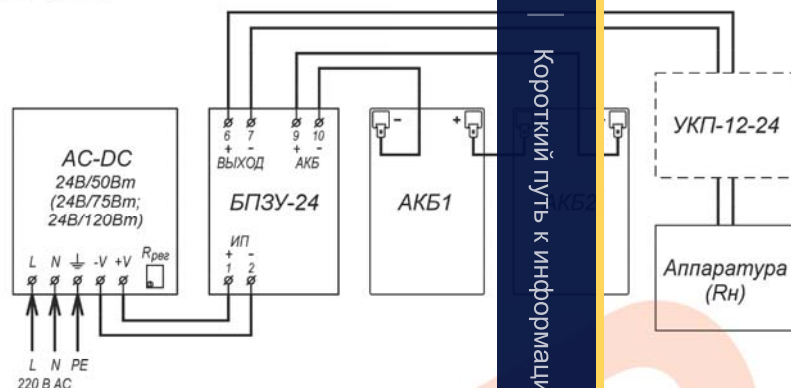
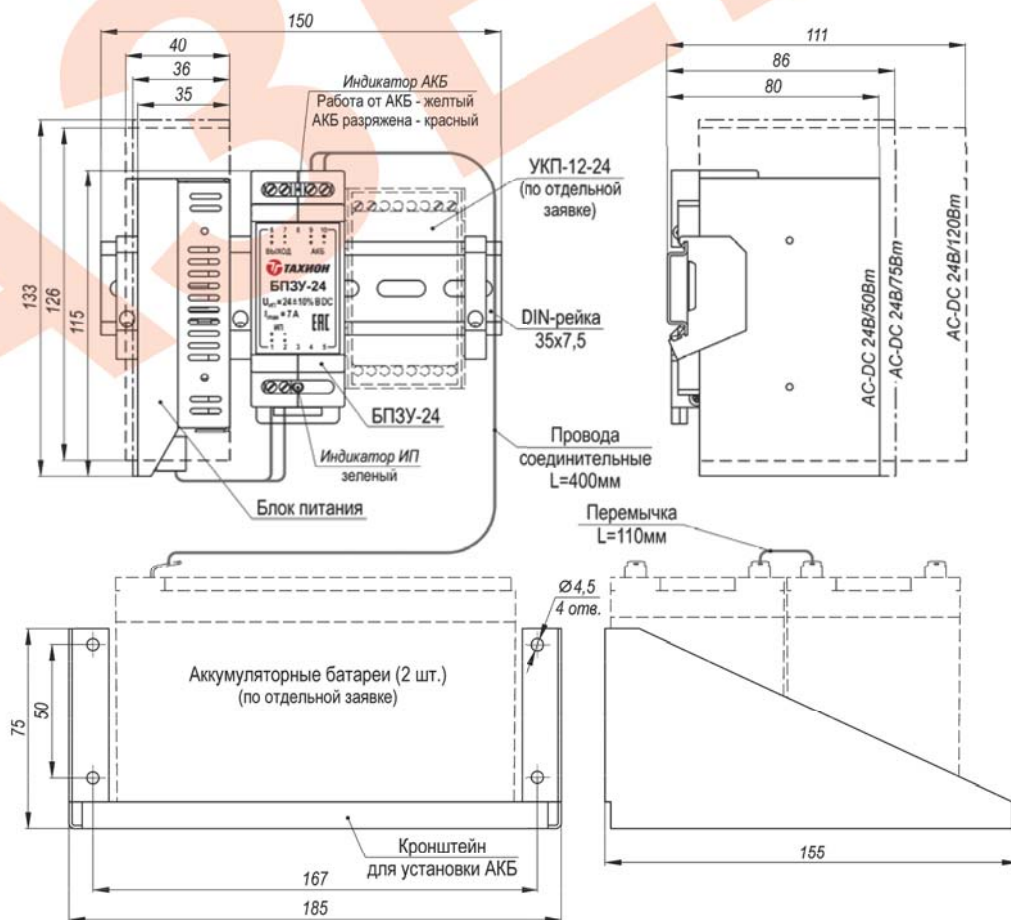

Рис.2 Схема электрическая принципиальная
Рис.1 Устройство, габаритные и установочные размеры
Подключение цепей изделий производится в соответствии со схемой электрической принципиальной (рис.2). Для подключения необходимо:
2. Установить аккумуляторные батареи на кронштейн (рис. 2) и подключить их проводами соединительными к контактам 9 (+) и 10 (-) БПЗУ-24, соблюдая полярность. Соединить аккумуляторы перемычкой.
4. Подать трехпроводным кабелем напряжение питания на соответствующие контакты блока питания, при этом фазный провод (L) соединить с контактом 1, нулевой провод (N) с контактом 2, а провод заземления соединить с контактом 3.
5. При необходимости отрегулировать значение выходного напряжения при помощи потенциометра «Ррег» (рис.2).
12. Габаритные размеры	см. рис.1
Устройство изделия приведено на рис.1, схема подключения на рис.2.